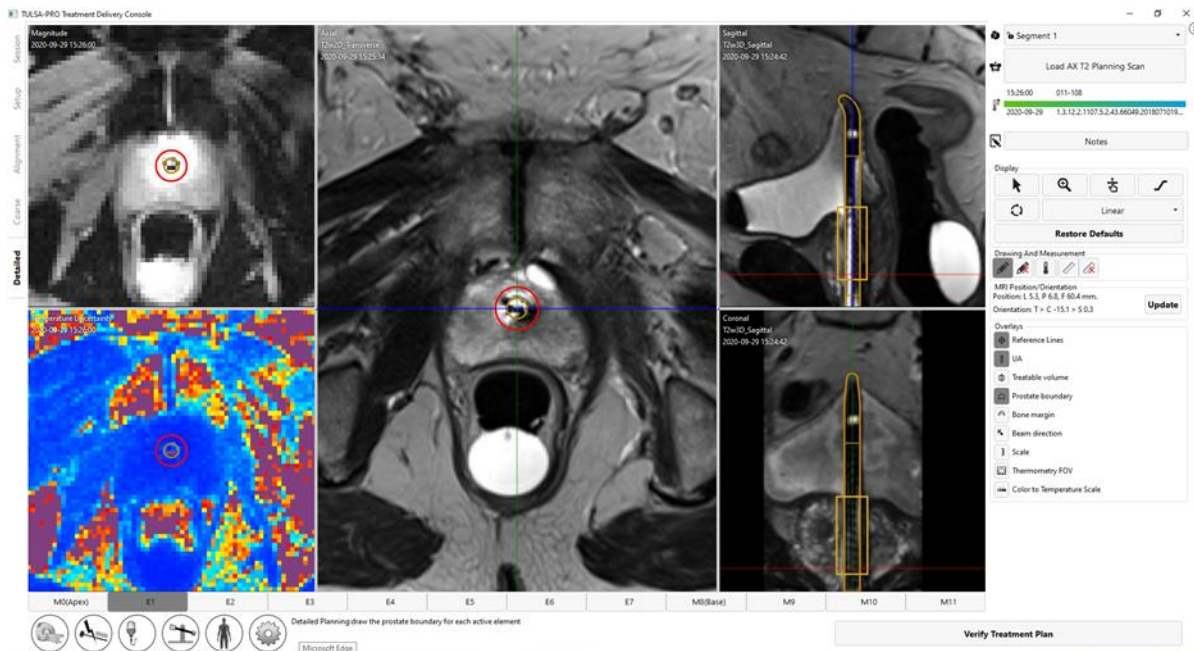

Bild 48: Arbetsytan Detailed Planning (detaljerad planering) med termometrimagnitud och temperaturosäkerhet
- MR-tekniker: Kör sekvensen. Behandlingskonsolen ska ta emot termometribilderna automatiskt. När termometribilderna tas emot visas vyerna för **magnitud** och **temperaturosäkerhet** för att underlätta behandlingsplaneringen (Bild 48).
6. Radiolog: Använd **Load ... Scan** (läs in ... skanning) för att läsa in AX T2-bilden. När termometribilderna har lästs in visas vyerna för **magnitud** och **temperaturosäkerhet** för att underlätta behandlingsplaneringen (*Bild 48*).